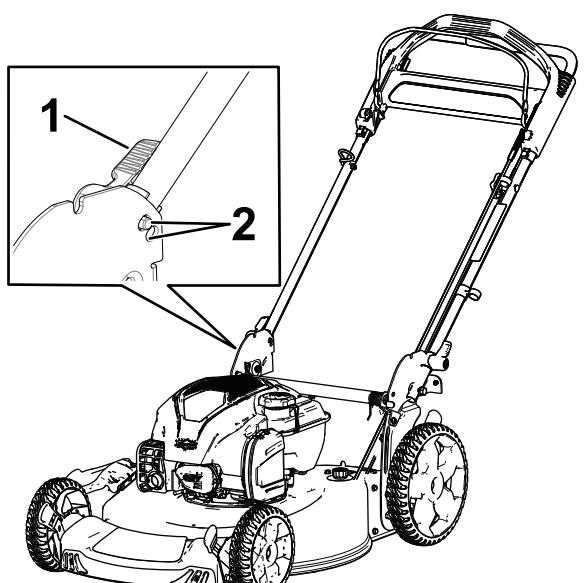

Figura 4
3. Coloque o bloqueio do manípulo numa das duas posições (Figura 4) até que o pino encaixe no sítio para bloquear o manípulo na posição de operação.